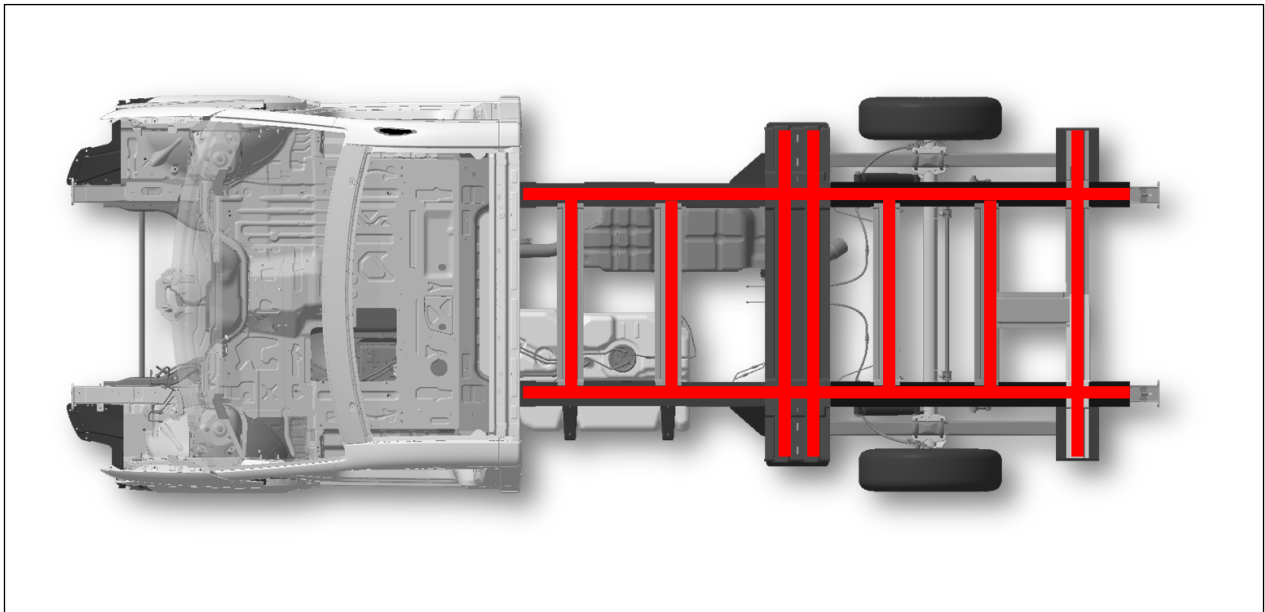

Fig. 3 : Crafter avec châssis à cadre plat - Surfaces de collage pour la carrosserie (schéma de principe de la surface du cadre)
- Le taux de mouillage des surfaces de collage (rouges) doit être d'**au moins 75 %** (voir fig. 3 « Surfaces de collage du Crafter avec châssis à cadre plat pour la carrosserie »).